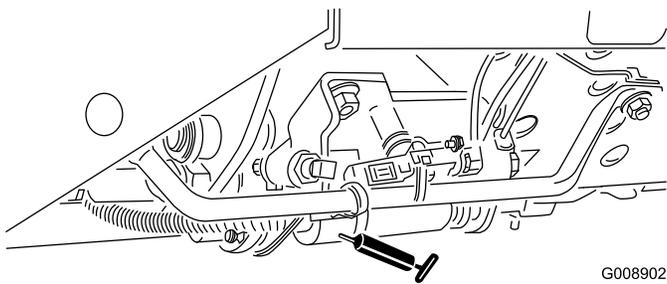

Figura 36
- Slitta di tosatura/trasporto (Figura 36)